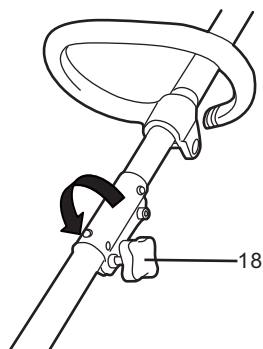

Fig. 2c
- > Verrouillez la connexion en tournant le bouton de verrouillage (18) dans le sens inverse des aiguilles d'une montre (fig. 2c).